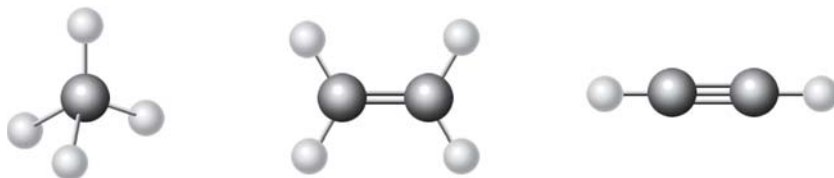

Рис. 31. Шаростержневые модели молекул метана, этилена, ацетилена
**Направленность ковалентных связей** определяется ориентацией в пространстве атомных орбиталей, участвующих в образовании связи. Она обуславливает пространственную структуру молекул (рис. 31).